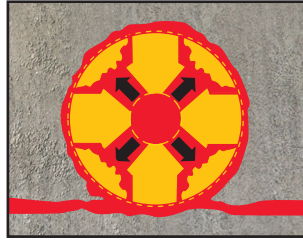

fig. 2
- La pression d'injection depuis l'intérieur des VT 1 et VT 2 comprime les bandes en néoprène et permet au matériau d'injection de sortir des valves longitudinales. Cela permet d'obtenir une décharge uniforme du matériau d'injection sur toute la longueur du tuyau et une capacité supérieure d'étanchéité. **(fig. 2)**